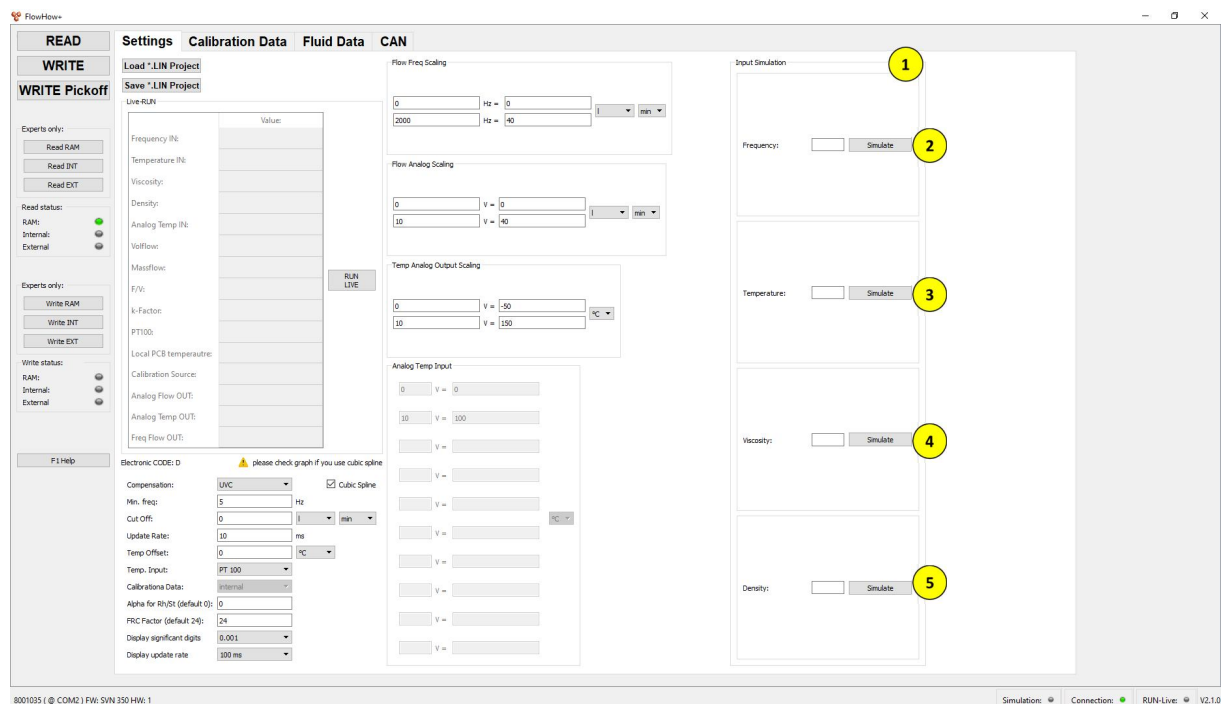

Abb. 20 Simulation
Ergänzend ermöglicht die Software im Bereich „Input Simulation“ **(1)** eine Simulation der folgenden Eingangssignale [Abb. 20 ]:
- Frequenz **(2)** [Abb. 20 ]
- Temperatur **(3)** [Abb. 20 ]
- Viskosität **(4)** [Abb. 20 ]
- Dichte **(5)** [Abb. 20 ]